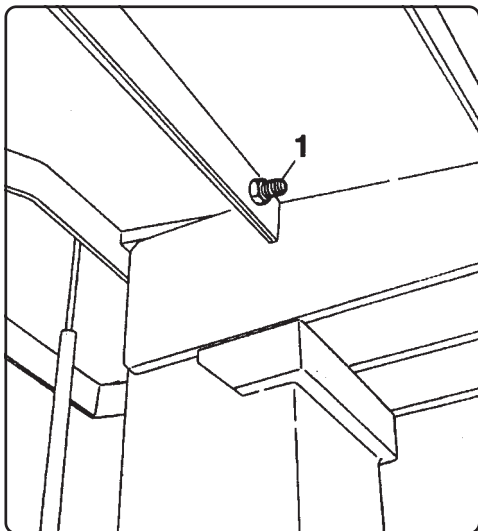
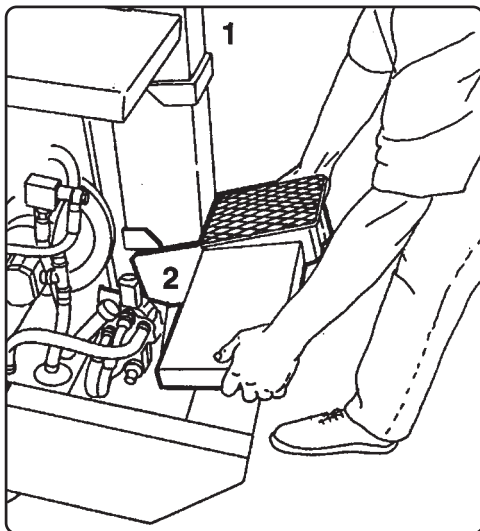

Fig. 6
Fig. 7
- 1) Positionnez la fendeuse à plat, l'enclume bien insérée dans son logement supérieur (1 Fig.7). Pour les PS 700/900 seulement, vérifiez que le boulon de fixation sous le plateau de travail est bien serré (1 Fig.6). Si l'on veut une plus grande distance entre le couteau et le plan de travail, il faut contrôler que ce dernier, en position inférieure (2 Fig.7), est bien en contact avec le montant de la machine.
il suffit d'enlever la vis (1 Fig.6) et de déplacer l'enclume de la pos.1 à la pos.2 (Fig.7). Contrôler que le plan de travail est bien en contact avec le montant de la machine. En remettant l'enclume dans sa position d'origine, n'oubliez pas de réinsérer la vis et l'écrou de blocage (1 Fig.6).